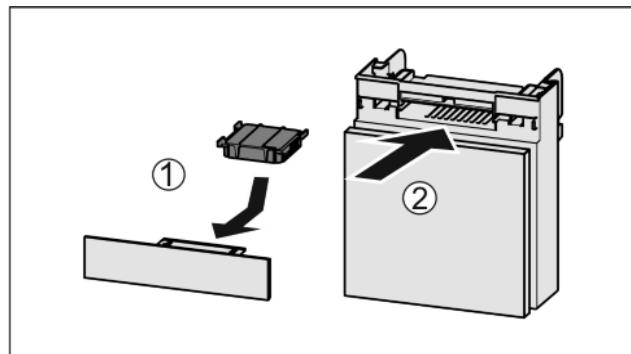

Fig. 45
- Вставити фільтр з активованого вугілля за малюнком Fig. 45 (1).
- Вставити відділення Fig. 45 (2).